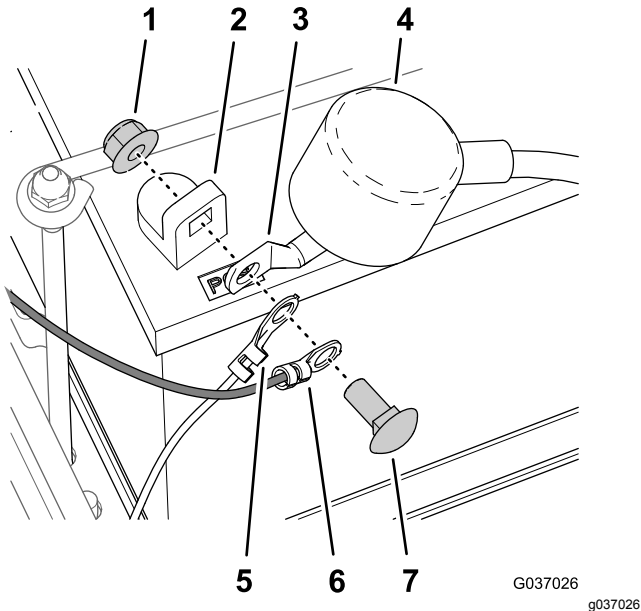

Bild 13
1. Fluchten Sie den Kabelschuh für den Maschinenkabelbaum, den Kabelschuh des Kitkabelbaums und die Anschlussklemme des Pluskabels der Batterie mit dem Pluspol der Batterie aus \(Bild 13\).
2. Befestigen Sie die Kabelschuhe und die Anschlussklemme der Batterie mit der in Schritt 2 Abschießen der Batterie \(Seite 2\) entfernten Schraube und Mutter am Batteriepol \(Bild 13\).
3. Setzen Sie die Isoliermuffe auf den Pluspol der Batterieklammer \(Bild 13\).